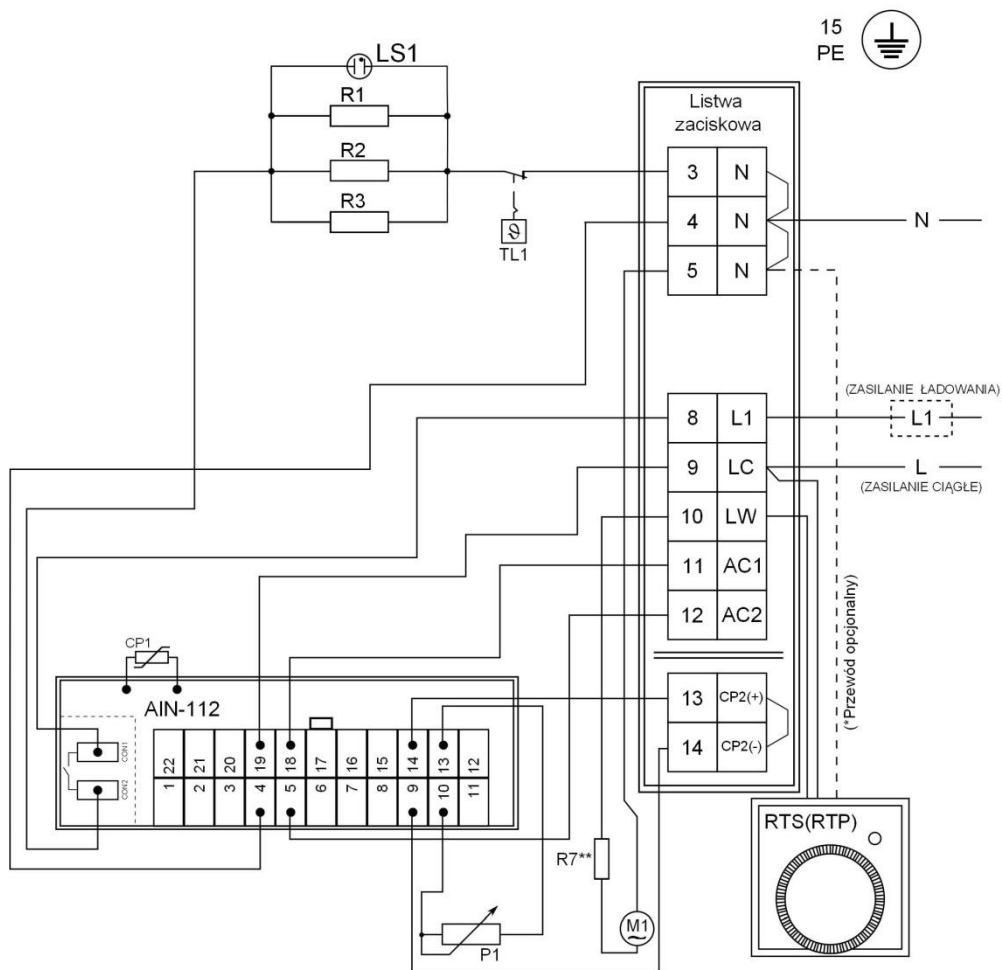

Rys. 20
11. Założyć pokrywy boczne dosuwając je do boków ogrzewacza i docisnąć w dół, zwrócić uwagę na właściwe ułożenie specjalnych otworów zatrzaskowych w pokrywach bocznych, ze śrubami specjalnymi w obudowie ogrzewacza. Przykręcić śruby mocujące (Rys.20). Założyć gałkę i podłączyć lampkę.